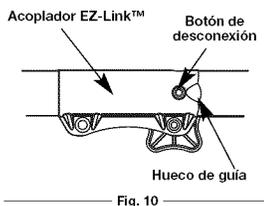

Fig. 10
2. Opima y sostenga el botón de desconexión (Fig. 10).
NOTA: La alineación del botón de desconexión con el hueco de guía facilitará la instalación (Fig. 10).